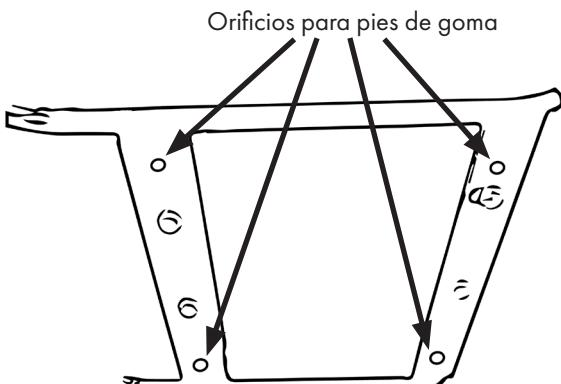

Figura 2
- Introduzca las patas de goma en los orificios en las posiciones indicadas en la figura 2 y fíjelas con tuercas.